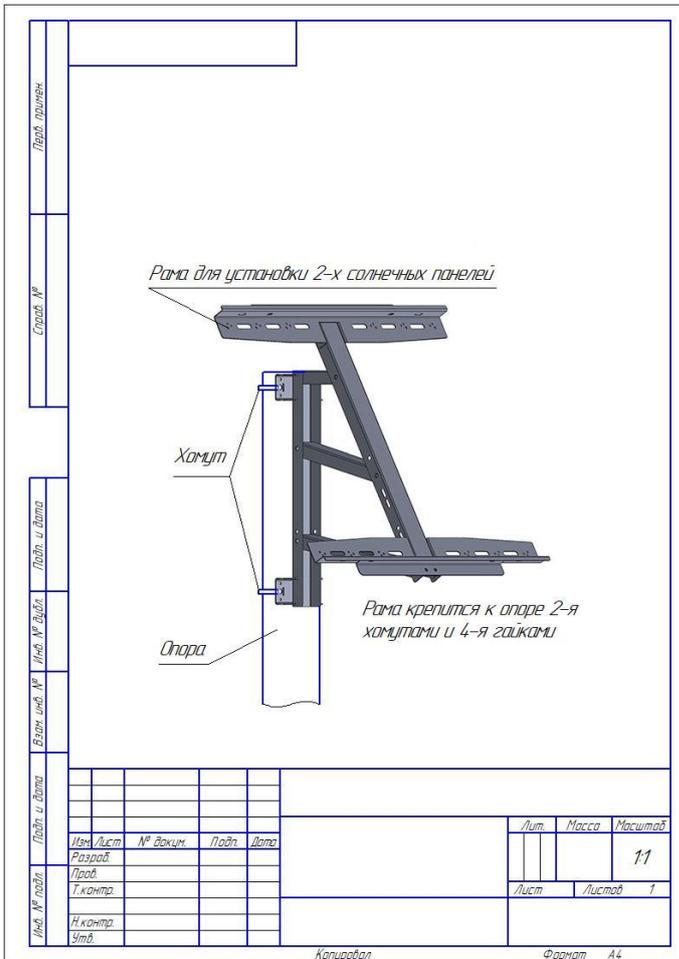

РИС.2 Крепление рамы для солнечных панелей к опоре
- 3) Присоединение рамы солнечных панелей к опоре (рисунок 2).